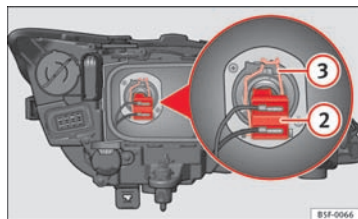

Fig. 134 Nærlys
- Træk stikket ⇒ Fig. 134 ② af pæren.
- Tag fjederen ⇒ Fig. 134 ③ af ved at trykke den ind og dreje mod højre.